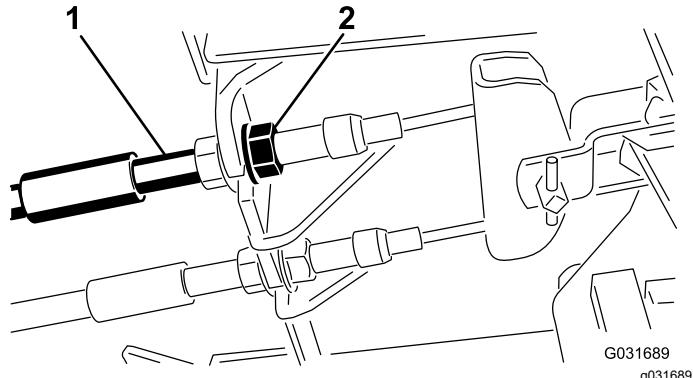

Figure 89
1. Pour réduire la garde aux pédales de frein, serrez les freins en desserrant l'écrou avant sur l'extrémité filetée du câble de frein (Figure 89).